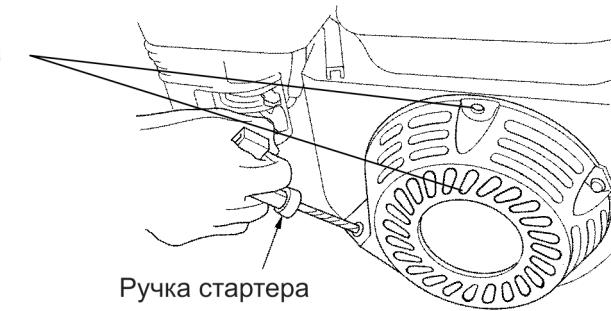

Рис. 17
- Потяните за рукоятку стартера до тех пор, пока вы не почувствуете сопротивление. Продолжайте тянуть рукоятку стартера до тех пор, пока отметка на шкиве стартера не совпадет с отверстием на кожухе стартера (см. рис. 17). В этом положении впускной и выпускной клапан двигателя закрыты. Таким образом, вы предохраните двигатель от внутренней коррозии.